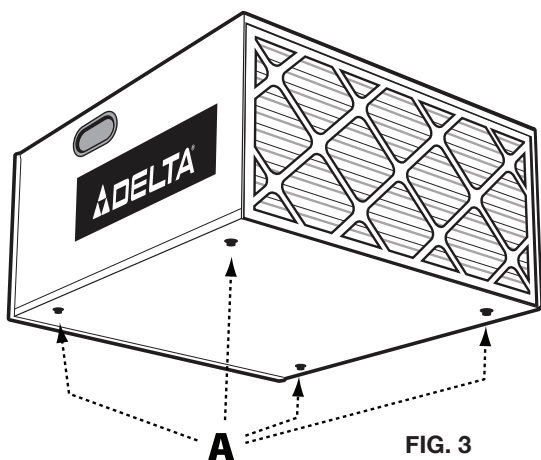

FIG. 3
Localiser (4) pieds en caoutchouc auto-adhésif (A) Fig. 3 fournis avec l'appareil. Placer avec précaution le système de filtration de l'air sur une surface ferme où vous pourrez avoir accès à la partie inférieure de l'appareil. Placer un pied en caoutchouc auto-adhésif (A) Fig. 3 sur la partie inférieure de l'appareil, à chaque coin. Les pieds en caoutchouc aideront à supprimer la vibration et éviteront que le système de filtration de l'air se déplace à travers la pièce ou l'aire de travail.